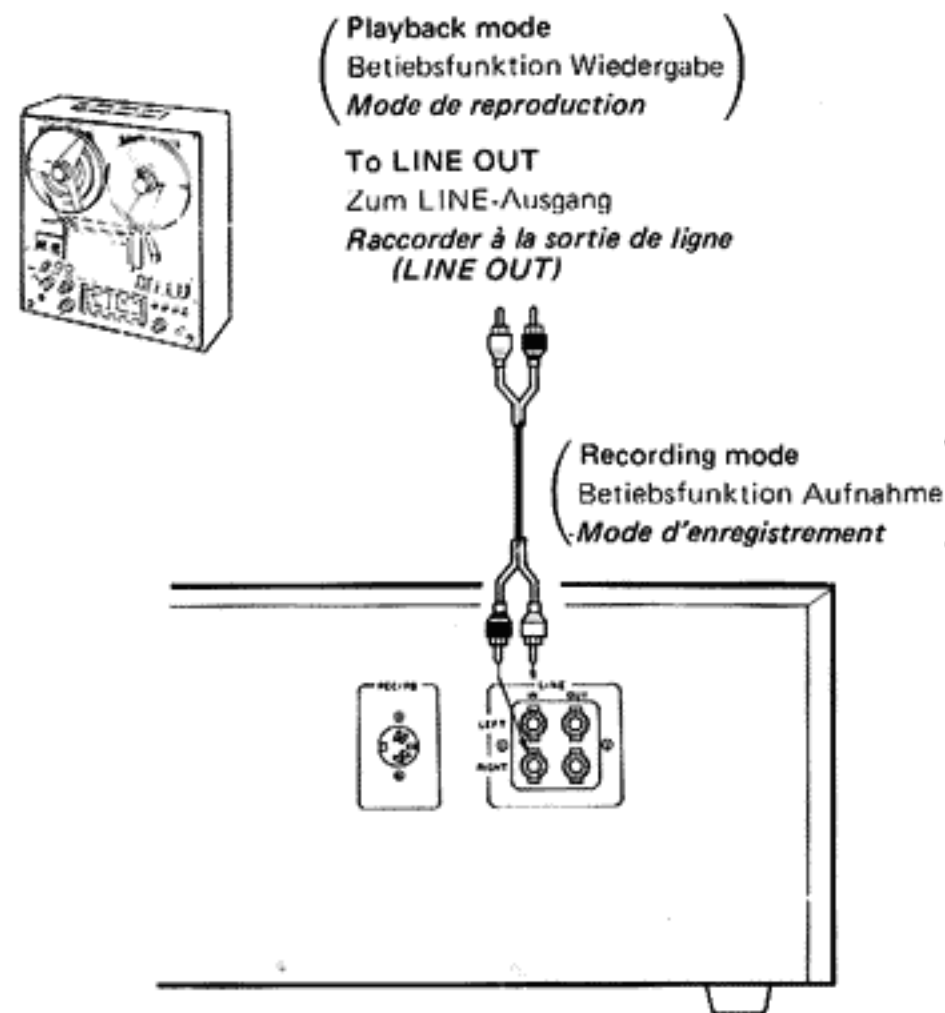

Fig. 8
**1) Tape-dubbing (Fig. 8)**
**1) Tonkopien (Fig. 8)**
**1) Doublage de bande (Fig. 8)**